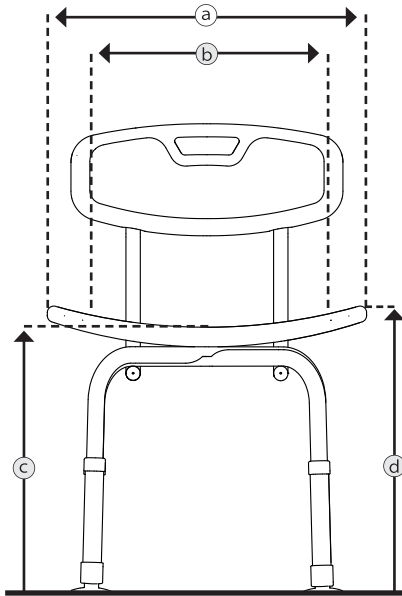

Abb. 6
2. Setzen Sie sich mittig (Abb. 6, 1) zwischen die Griffmulden (links/rechts, Abb. 6, 2) auf die Sitzfläche. Ggf. lassen Sie sich beim Hinsetzen oder Aufstehen von einer Hilfsperson unterstützen.